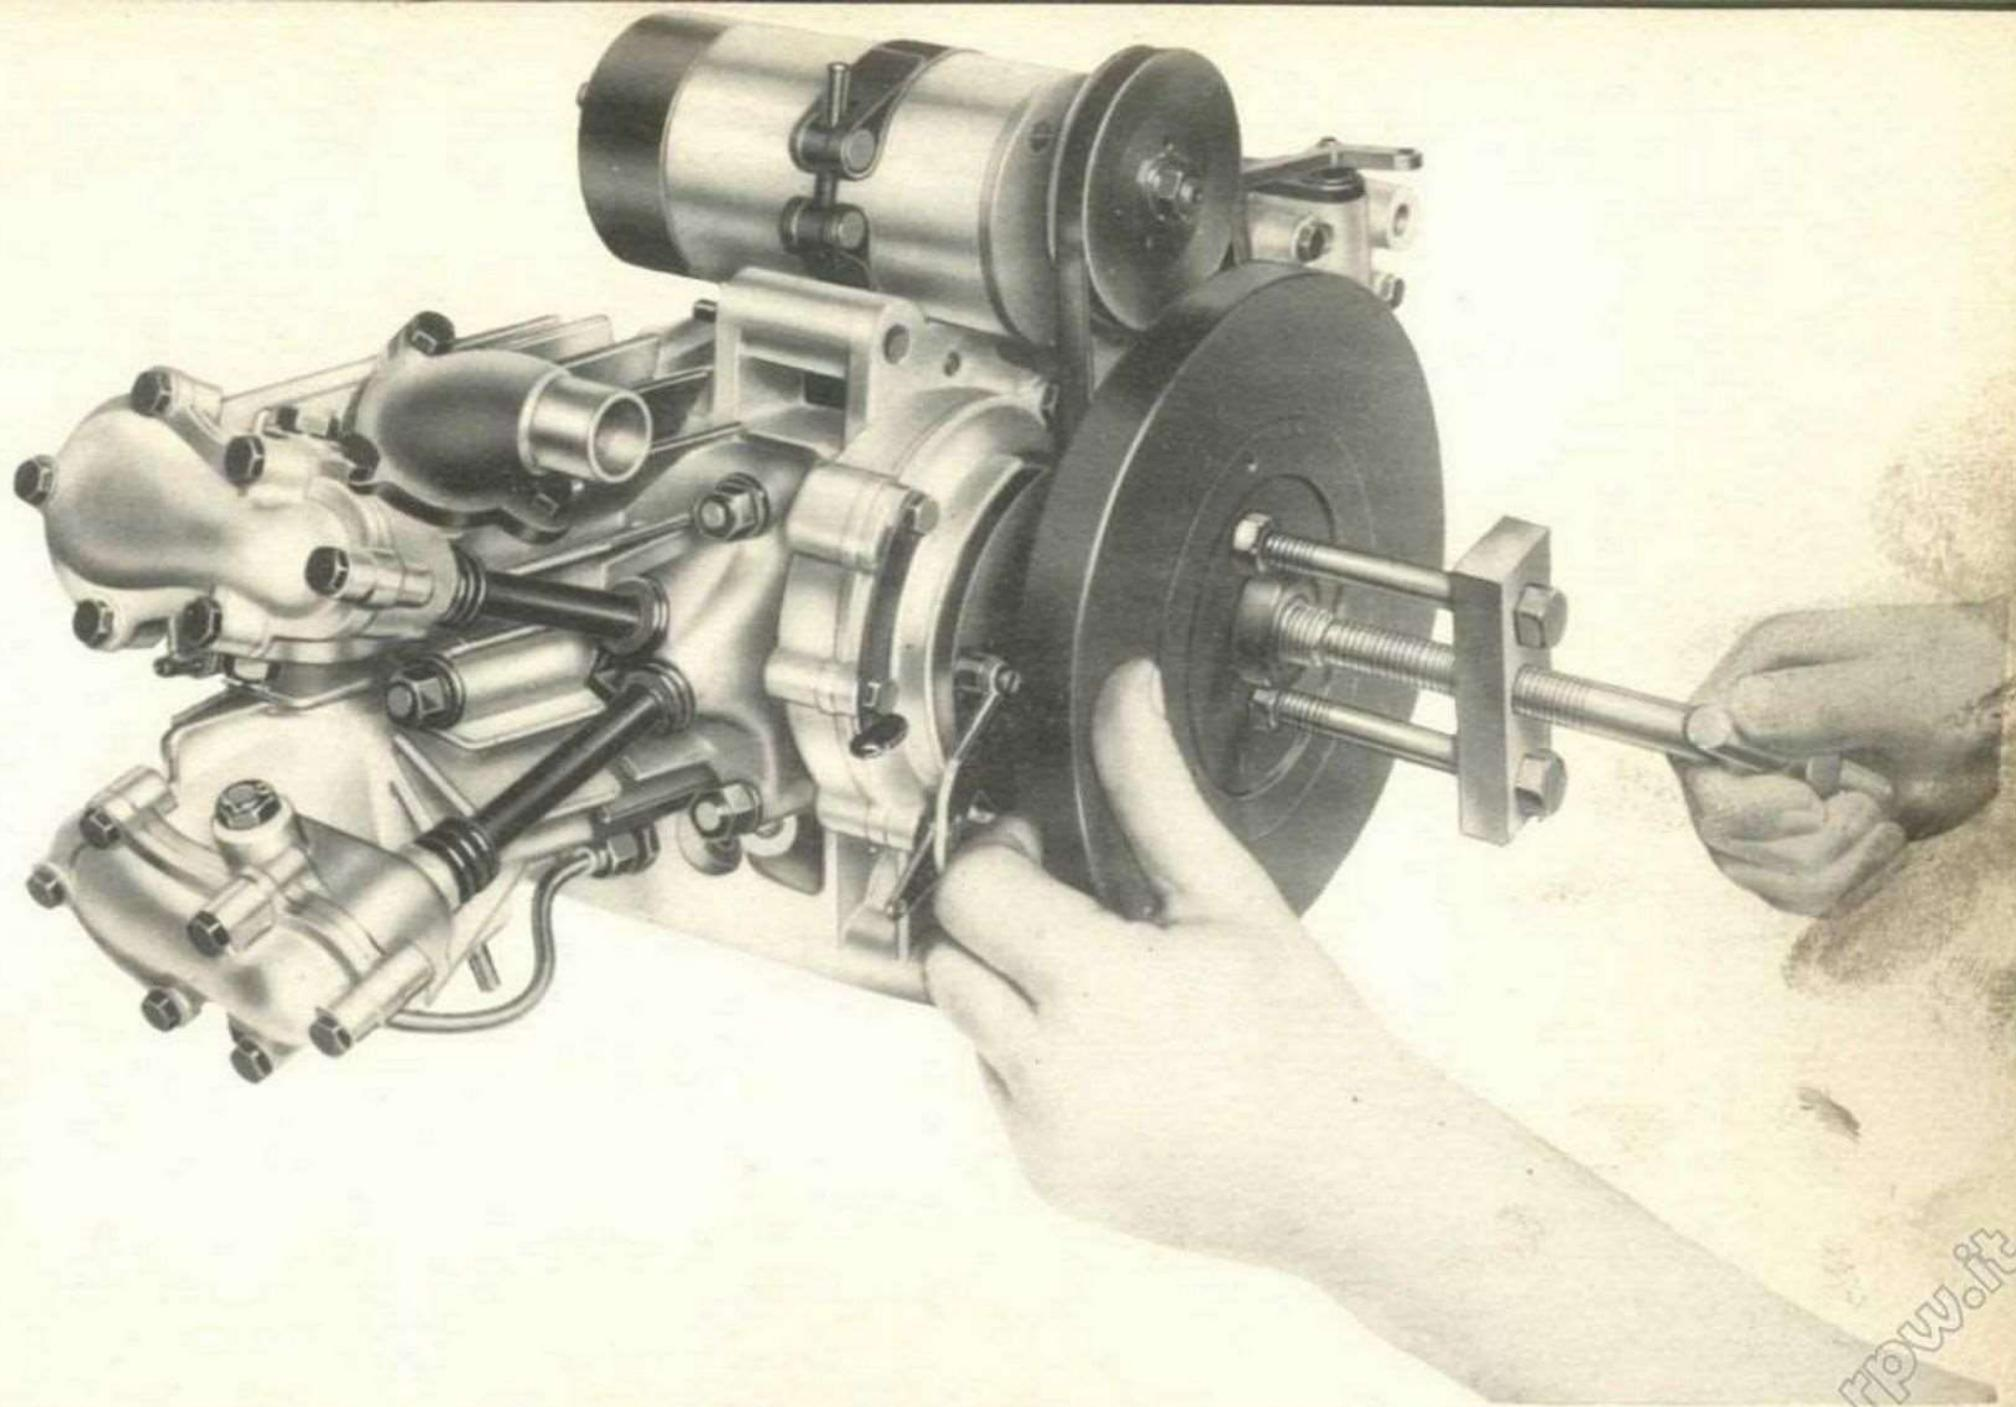

Fig. 8 - Come si toglie il volano
- il volano svitando il dado centrale con chiave da 22 che tiene bloccato il volano sull'albero motore. Avvitare poi sul volano l'apposito estrattore T9640 e agire come è dimostrato a fig. 8; togliere pure dall'albero motore la chiavella di tenuta volano;